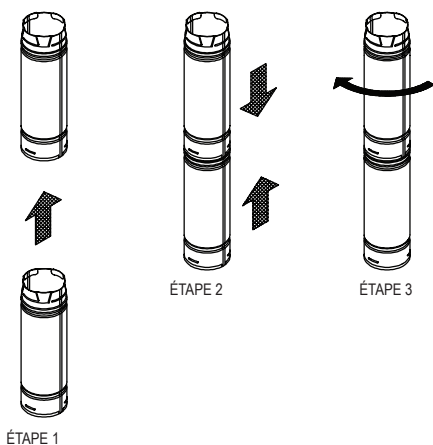

Figure 9
**5. Assemblage des conduits.** Pour assembler les sections de conduit rond DuraVent, alignez l'extrémité femelle de la patte de verrouillage avec la fente de l'extrémité mâle, poussez-la contre cette dernière et faites-la tourner dans le sens des aiguilles d'une montre pour verrouiller les deux. Reportez-vous à la **figure 9**. Les vis à tôle ne sont pas nécessaires pour les conduits de 3 à 8 po (7,62 à 20,32 cm) de diamètre. Cependant, si vous le souhaitez, utilisez des vis à tôle de 1/4 po (0,635 cm) de long pour les conduits de 3 à 8 po (7,62 à 20,32 cm) de diamètre. Ne perforez jamais la doublure intérieure avec des vis. Pour les conduits de 10 à 16 po (25,4 à 40,64 cm) de diamètre, DuraVent recommande d'utiliser un minimum de quatre (4) vis à tôle de 3/8 po (0,953 cm) par joint, et un minimum de six (6) vis à tôle de 3/8 po (0,953 cm) par joint pour les diamètres de 1 po (45,72 cm) et plus. Chaque section de conduit